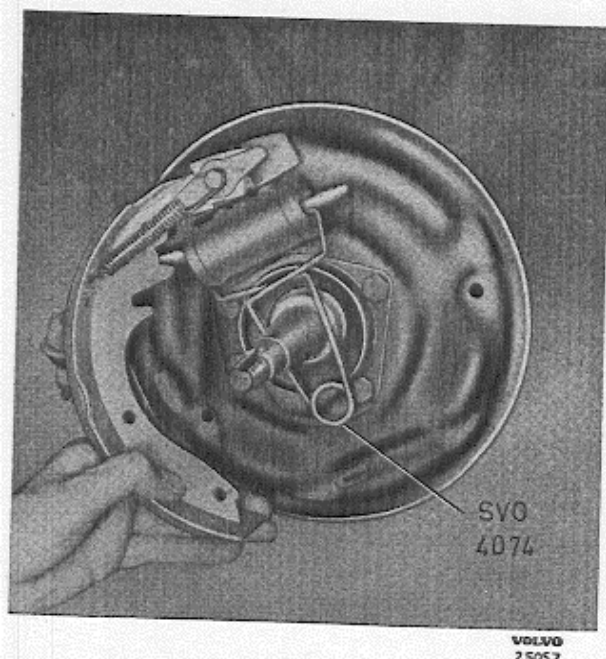

Abb. 36.
2. Den vorderen Backen in seiner Lage halten, so daß die Rückholfeder eingehakt werden kann. Den Backen nach außen drücken, um die Druckstange des Radbremszylinders einbauen zu können. Siehe Abb. 36. Führungsbolzen (8) und Klammer (7) einbauen.